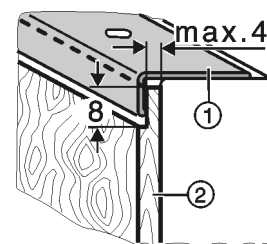

Fig. 40
- Προσαρμόζετε τις πιο παχιές διακοσμητικές πλάκες Fig. 40 (2) σύμφωνα με την εικόνα σε μέγιστο πάχος 4 mm.